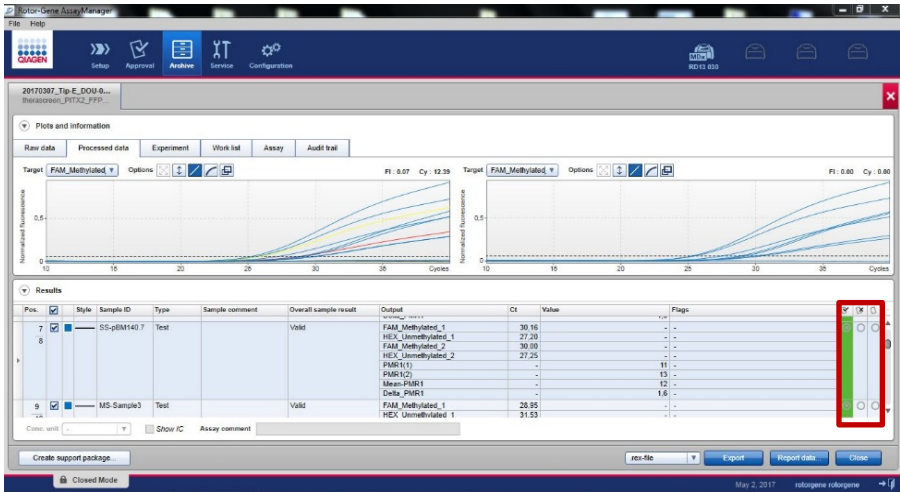

Figura 13. Comprobación de la curva de amplificación.
3. Compruebe las curvas de amplificación de cada muestra, marque la primera casilla del lado derecho de la columna "flags" (indicadores) y la columna se volverá verde (Figura 13).